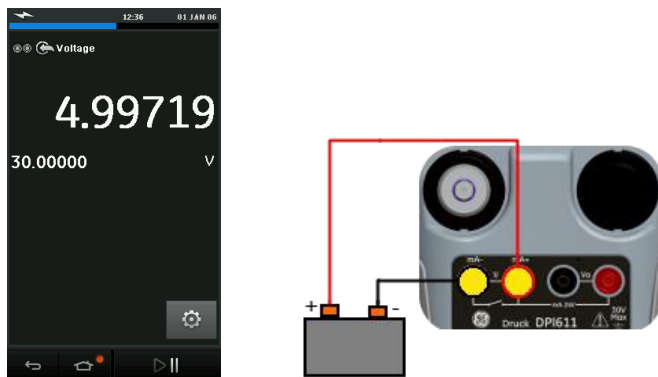

Рис. 2-21 Измерение напряжения постоянного тока в вольтах или напряжения постоянного тока в мВ в электрическом канале.
- Рис. 2-21 показывает настройку электрического канала для измерения напряжения постоянного тока (± 30 В) или напряжения постоянного тока в мВ (± 2000 мВ).